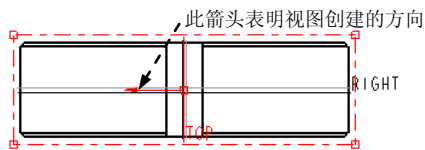
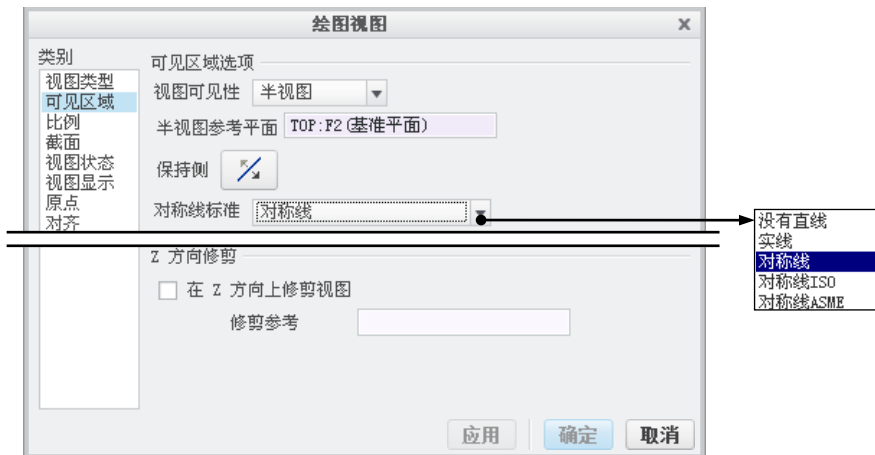

图 3.8.17 选择视图的创建方向
图 3.8.18 “绘图视图”对话框
Step6. 在系统 给半视图的创建选择参照平面。的提示下，选取图 3.8.16 所示的 TOP 基准平面。此时视图如图 3.8.17 所示，图中箭头为半视图的创建方向（箭头指向左侧表示仅显示左侧部分，箭头指向右侧表示仅显示右侧部分）；单击“反向保留侧”按钮 使箭头指向右侧；将 对称线标准 设置为 对称线；单击对话框中的 应用 按钮，系统生成半视图，此时“绘图视图”对话框如图 3.8.18 所示。